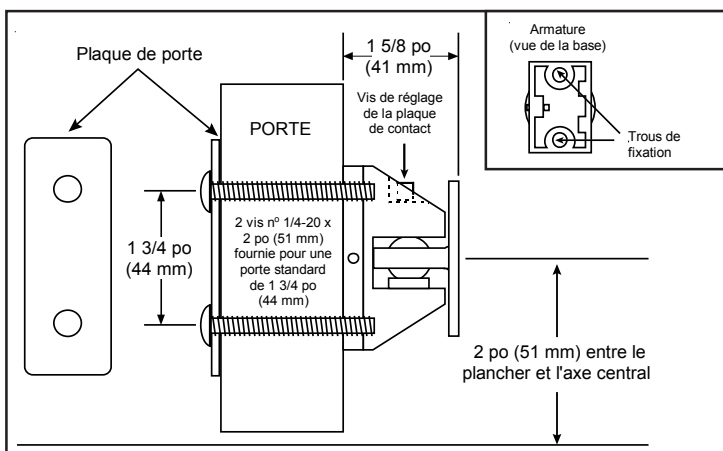

Figure 6. Fixation par boulons traversants
1. Au moyen d'une clé hexagonale de 5/32 po, tournez vers la gauche la vis de réglage de la plaque de contact pour desserrer celle-ci. (Fig. 6 et 7).
- a. **Fixation par boulons traversants (Fig. 6).** Marquez au pointeau le centre des deux trous (aux endroits marqués à l'étape 3) et percez un trou de 5/16 po de diamètre au travers de la porte. La distance entre les deux centres devrait être de 1-3/4 po (44 mm).
La vis de réglage de la plaque de contact étant dirigée vers le haut, fixez l'armature sur la porte comme illustrée sur la Fig. 6 au moyen de deux vis n° 1/4-20 x 2 po (fournies).